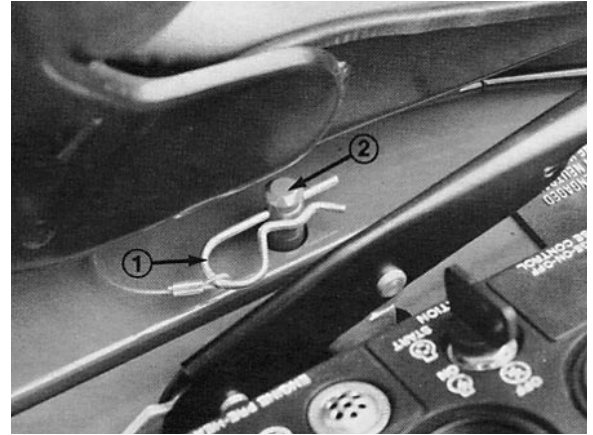

Bild 15
1. Den Splint aus der Sitzsperrstange (Bild 15) entfernen.